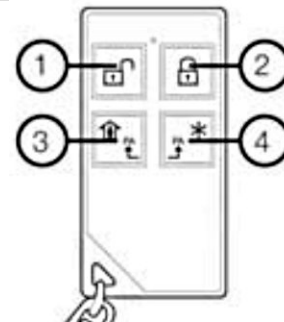

Рисунок 30. Кнопки брелока FW2-RMT-8F
2. Брелок – сначала удалить предыдущую регистрацию одновременным нажатием кнопок ② и ③ (см. рисунок 30). Регистрация – одновременно нажать кнопки ③ и ④;